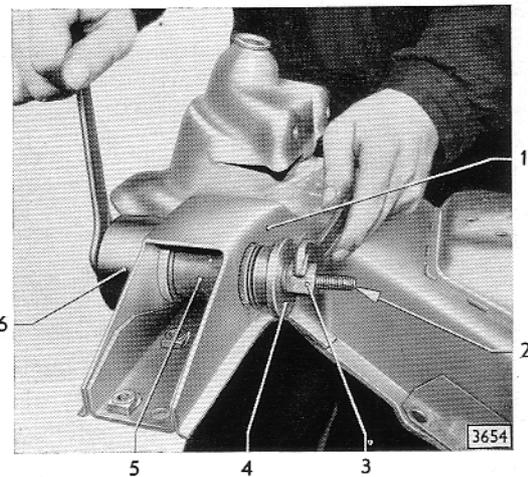

Bild 77 - Dämpfungsbuchse aus Brücke-Vorderachse herausziehen
1. Dämpfungsbuchse (77/5) mit dem Vorderachs-Dämpfungsbuchse-Aus- und -Einziehwerkzeug S-1270, wie in Bild 77 gezeigt, aus Brücke-Vorderachse (77/1) herausziehen.